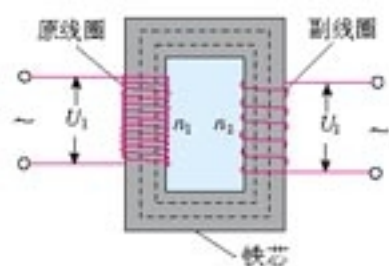

图 5.4-2 变压器的示意图
**变压器的原理** 变压器是由闭合铁芯和绕在铁芯上的两个线圈组成的(图 5.4-2)。一个线圈与交流电源连接,叫做原线圈(primary coil),也叫初级线圈;另一个线圈与负载连接,叫做副线圈(secondary coil),也叫次级线圈。